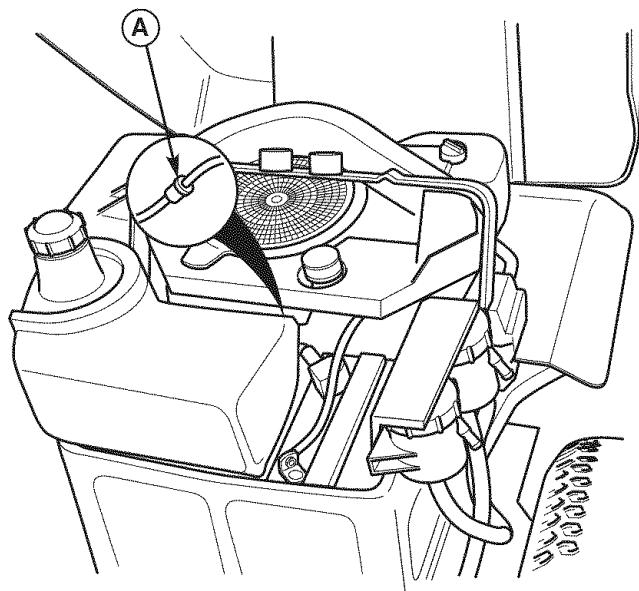

Figura 39. Compartimiento del Motor
2. Coloque un contenedor adecuado abajo del filtro de la gasolina (A, Figura 39) para atrapar el combustible derramado, y coloque un contenedor adecuado para sostener el contenido del tanque de gasolina junto a la unidad.
3. Usando pinzas de cierre, quite las abrazaderas de la tubería del combustible entre el filtro de la gasolina (A) y el tanque de gasolina.